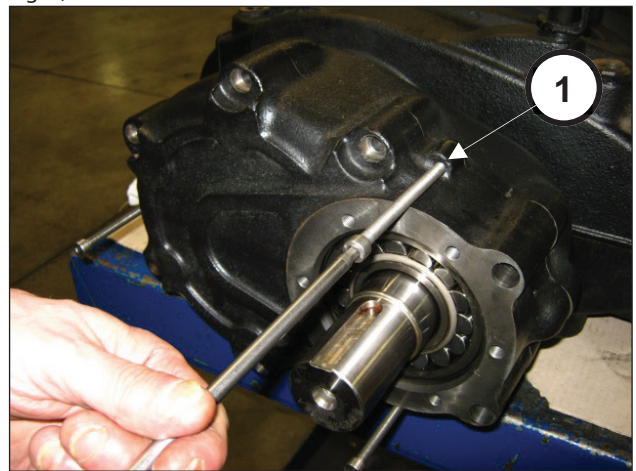
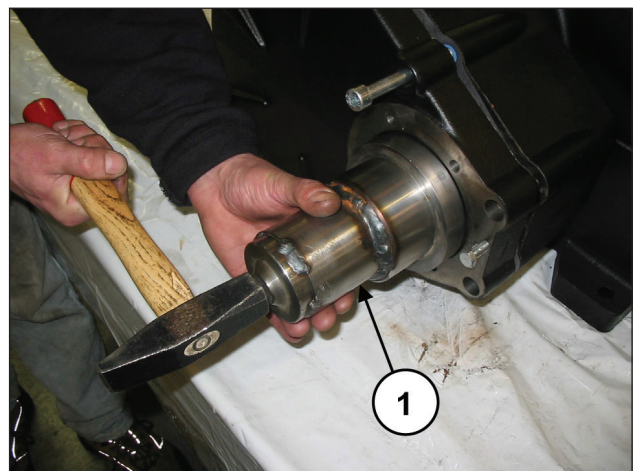

Fig. 8
Fig. 9
Aperte os 3 grãos roscados (pos. ①, Fig. 8) com a função de extratores e simultaneamente, usando a ferramenta própria (cód. 27887000), bata no mesmo, de modo que o rolamento permaneça no pinhão durante a extração da tampa (pos. ①, Fig. 9).